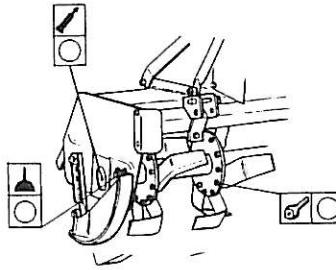

Fig. 20
The Side drive roller chain should be tensioned periodically to compensate for wear. To tension the chain refer to Fig. 20. The Chain Skid should be set to give a free movement on the chain of $3/8"$. The movement can be measured using a screw driver through the inspection hole (A) as shown.
La tension de la chaîne de la transmission latérale doit être vérifiée régulièrement. Pour un bon fonctionnement, la course du débattement du brin mou de la chaîne doit être de 10 mm environ. Vérifier la valeur de cette course en utilisant un tournevis positionné en (A) (voir figure 20).
EINSTELLUNGEN**Seitenantrieb (Siehe Fig. 20)**
La tensione della catena della Trasmissione Laterale deve essere controllata periodicamente per compensare l'usura. Per regolare la tensione della catena vedere la Fig. 20. Il Pattino della catena deve essere regolato in modo che la catena abbia un gioco di 10 mm. Il gioco può essere misurato inserendo un cacciavite nel foro (A) come illustrato.